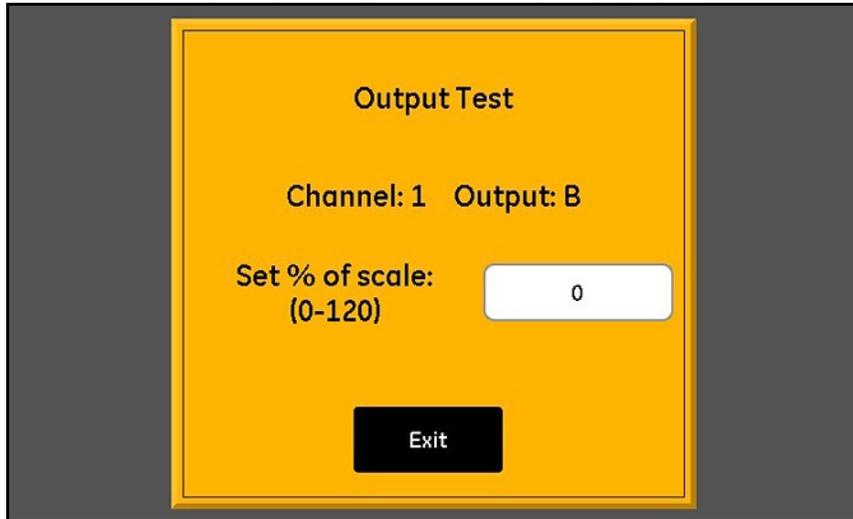

Abbildung 44: Bildschirm „Ausgangstest“
1. Tippen Sie auf die Schaltfläche für den zu testenden **Kanal** (1-6) und **Ausgang** (A oder B) und danach auf die Schaltfläche **Test**. Daraufhin wird ein Bildschirm geöffnet, der in etwa wie in *Abbildung 44* dargestellt aussieht.